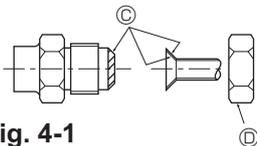

Fig. 4-1
(A) (Fig. 4-1)
(B) (Fig. 4-1)
4.2. Tubos de ligação (Fig. 4-1)
- Aplique uma fina camada de óleo refrigerante ao tubo e à superfície de costura da junta antes de apertar a porca do tubo. (A)
- Aperte os tubos de ligação com 2 chaves. (B)
- Aplique óleo de máquina refrigerante em toda a superfície de encaixe de afunilamento. (C)
- Utilize as porcas afuniladas para o tamanho de tubo que se segue. (D)